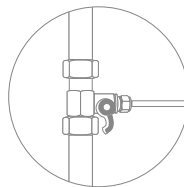
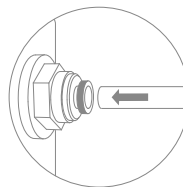

Рис. 3
Рис. 4
4. **Подключение зеленой трубки.** Подключите один конец трубки к адаптер-вентилю (рис. 3) (на схеме подключения - 1), второй конец подключите к устройству повышения давления в фитинг на вход воды в устройство (рис. 4) (на схеме подключения - А).
5. **Подключение синей трубки.** Подключите один конец трубки в фитинг на выход воды из устройства повышения давления (рис. 4) (на схеме подключения - В), второй конец подключите в фитинг на вход воды в систему обратного осмоса (на схеме подключения - 2).
7. **Подключение белой трубки.** Подключите один конец трубки к устройству повышения давления в фитинг (рис. 4) (на схеме подключения - Б), второй конец трубки подключите в тройник (на схеме подключения - 3).